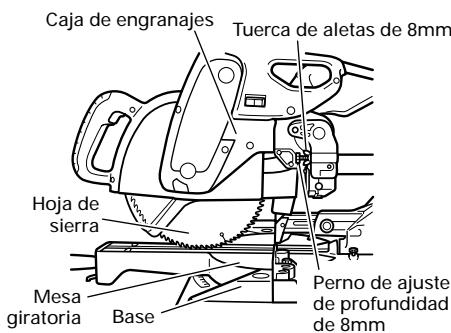

Fig. 9
Compruebe que la hoja de sierra se pueda bajar de 13/32" a 7/16" (10mm a 11mm) por debajo del inserto de la mesa, tal como se muestra en la Fig. 9.
**NOTA:** Cuando corte una pieza de trabajo cuya altura excede de 3-11/32" (85mm) en el corte en ángulo recto, 2-3/16" (55mm) en el corte en ángulo a bisel izquierdo, o 1-3/16" (30mm) en el corte en ángulo a bisel derecho, ajuste la posición de límite inferior de manera que la base de la cabeza del motor (consulte la Fig. 9) no entre en contacto con la pieza de trabajo.